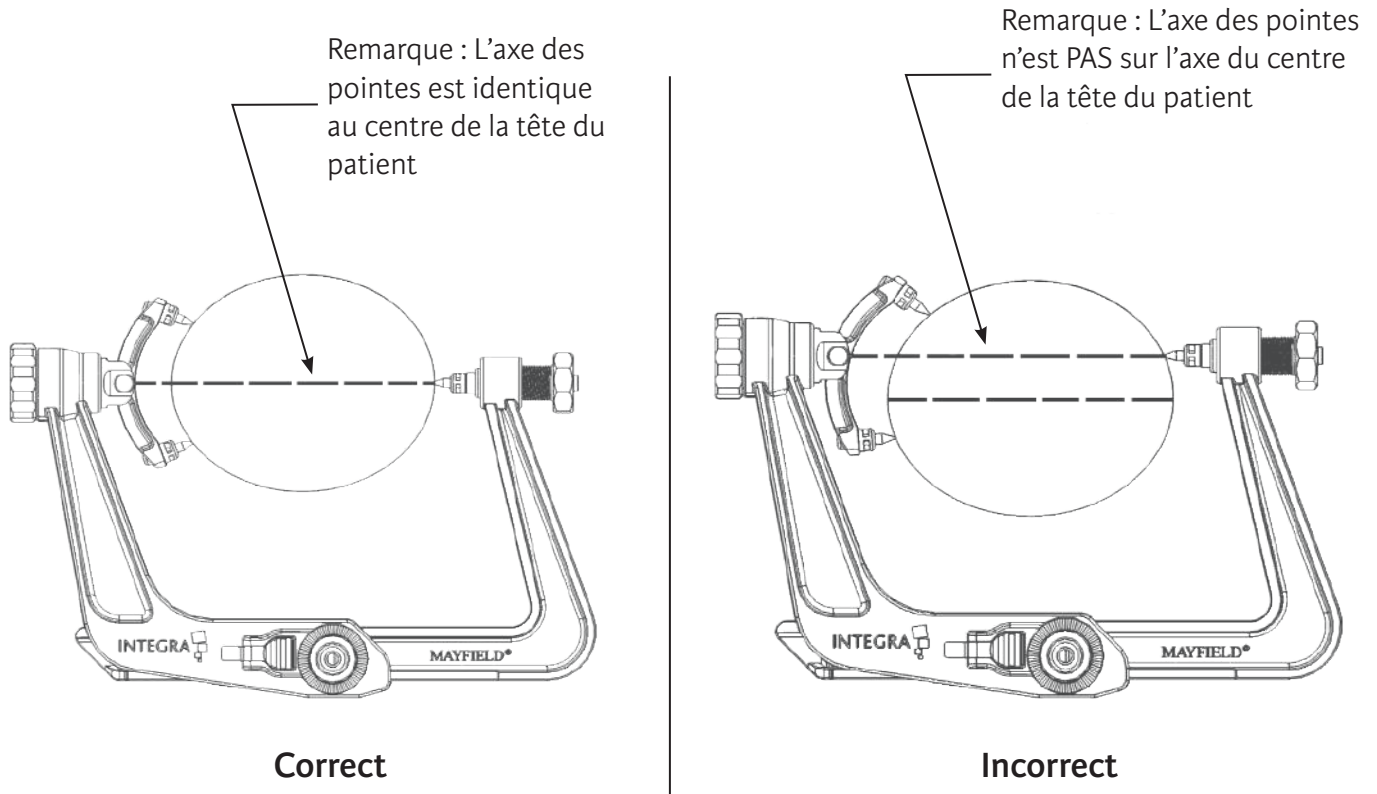

Figure 6 Positionnement des pointes crâniennes du bras oscillant
4. Positionner le bras oscillant à 2 pointes de sorte que les pointes crâniennes soient à distance égale de l'axe central de la tête (voir Figure 6).